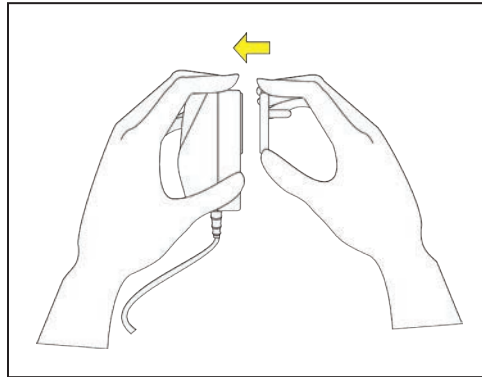

Figura 14. Instalando el adaptador de clavija de toma de corriente.
PASO 3. Instale el adaptador de clavija de toma de corriente apropiado en el adaptador ca. Ver Figura 14.